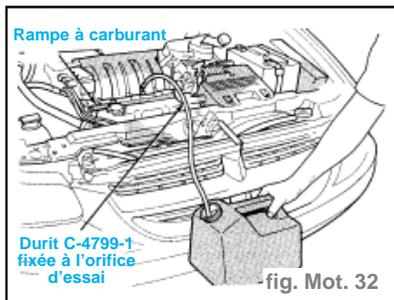

fig. Mot. 32
- Placer l'extrémité ouverte de la durit de libération de pression, outil n°. **C-4799-1**, dans un récipient à essence homologué. Brancher l'autre extrémité de la durit **C-4799-1** à l'orifice d'essai de pression de carburant (fig. Mot. 32). Le carburant sous pression doit s'évacuer à travers la durit dans le récipient. Le manomètre à carburant **C-4799-B** contient une durit **C-4799-1**.